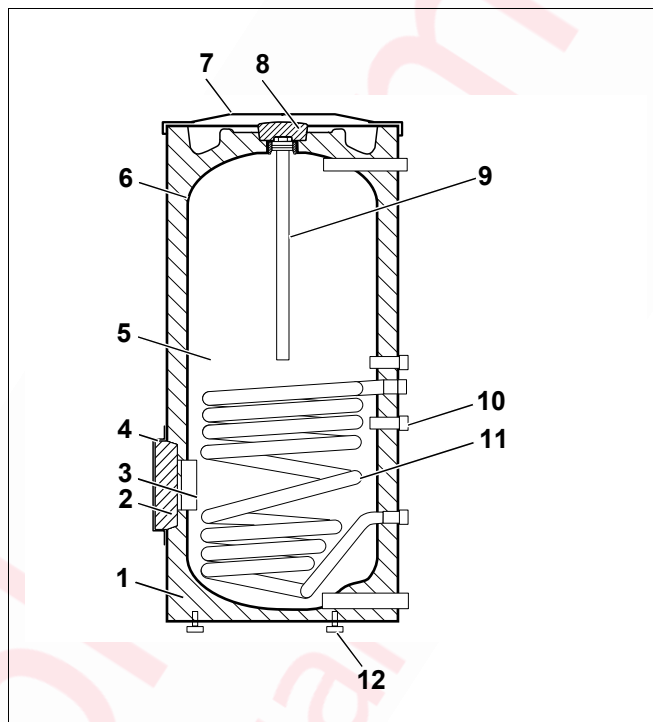

Рис. 1 Баки-водонагреватель (здесь: SU300/1)
- Бак (рис. 1, **поз. 5**) с защитой от коррозии
Катодная защита от коррозии состоит из гигиенической термоглазури DUOCLEAN MKT (рис. 1, **поз. 6**) фирмы Будерус и магниевого анода (рис. 1, **поз. 9**).
- Теплоизоляция (рис. 1, **поз. 1**)
Теплоизоляция из не содержащего вредных веществ полиуретанового пенопласта нанесена непосредственно на бак. Два теплоизоляционных элемента (рис. 1, **поз. 2** и **поз. 8**) из пенопласта снижают теплотери через люк для чистки и магнийевый анод.
- Гладкотрубный теплообменник (рис. 1, **поз. 11**)
- Гильза для установки температурного датчика (рис. 1, **поз. 10**)
- Люк для чистки (рис. 1, **поз. 3**)
- Крышка бака (рис. 1, **поз. 7**)